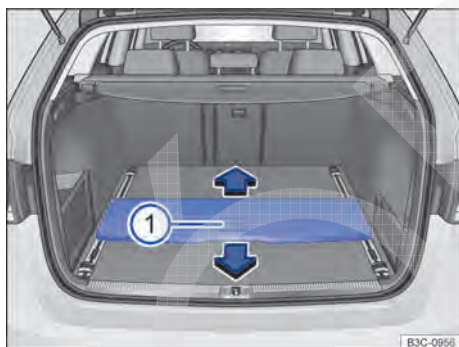

Fig. 129 No compartimento de bagagem: assoalho do compartimento de bagagem móvel.
- Manter o botão pressionado na alça ⇒ Fig. 129 ① e empurrar o assoalho do compartimento de bagagem móvel sobre trilhos para frente e para trás ⇒ Fig. 129.